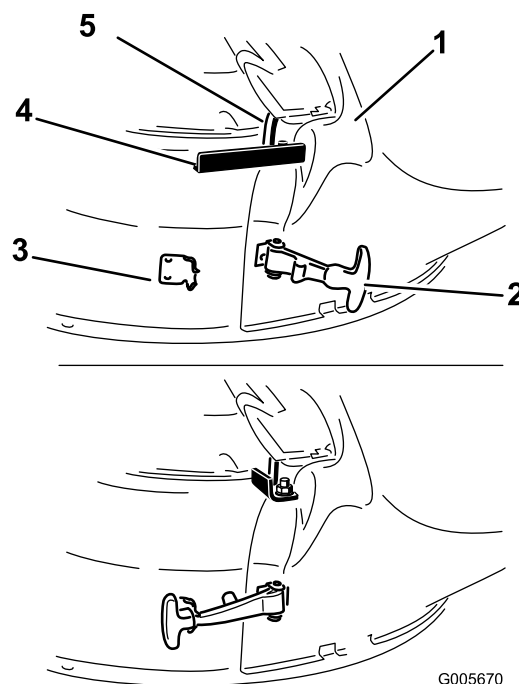

Figure 26
- Fixez la goulotte sur le plateau en accrochant le loquet à poignée flexible de la goulotte sur la gâche soudée sur le plateau de coupe, à l'arrière de l'ouverture (Figure 26).
- Fixez le crochet de retenue sur la tige de pivot pour fixer la goulotte en position (Figure 26).